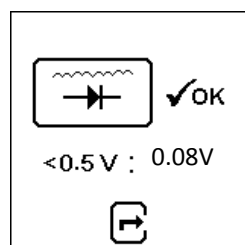

Fig.60
10. Attendere il conto alla rovescia da 10 a 0. Non appena raggiunge lo 0, i risultati verranno automaticamente visualizzati come esempio mostrato di seguito (Fig.60).